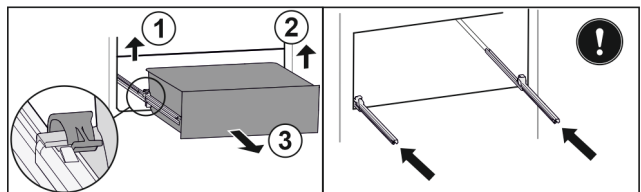

Fig. 57
- Linke Klemme anheben und gleichzeitig Schubfach links nach vorne ziehen. Fig. 57 (1)
- Rechte Klemme anheben und gleichzeitig Schubfach rechts nach vorne ziehen. Fig. 57 (2)
- Schubfach nach vorne entnehmen. Fig. 57 (3)